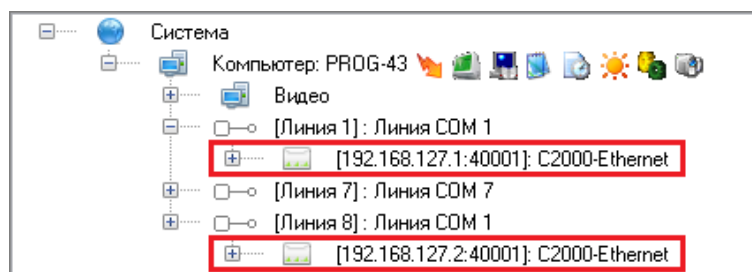

Рисунок 6-95 Приборы C2000-Ethernet на измененной и добавленной линиях виртуального порта
- На измененной и добавленных линиях появятся приборы C2000-Ethernet с настройками порта, которые были заданы в мастере изменении протокола (см. Рисунок 6-95);